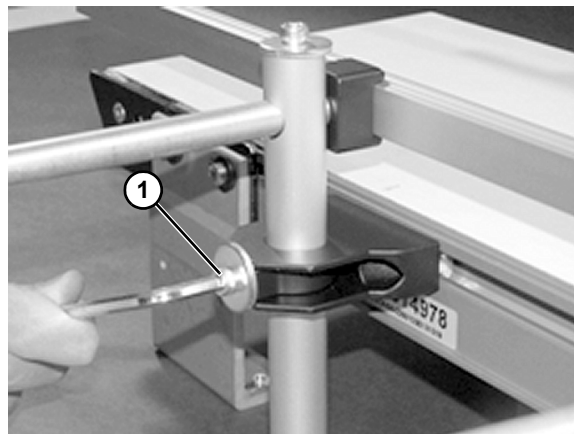

Figura 36
7. Ajustar la altura del riel con tornillo inferior (**Figura 36, parte 1**).